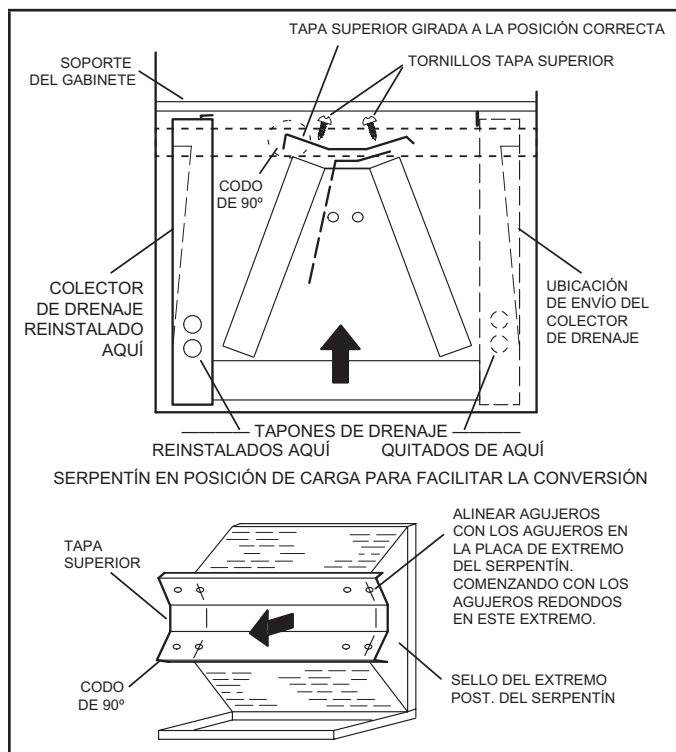

FIGURA 4. Modificación en el sitio para la descarga a la izquierda
- 7 - Gire la tapa superior 180° de adelante hacia atrás y alinéela con los agujeros para tornillos sin usar. Los agujeros se deben alinear con las placas del extremo trasero del serpentín. La tapa superior tiene un codo de 45° en un lado y un codo de 90° en el otro. **El codo de 90° debe estar en el mismo lado que el colector de drenaje horizontal** como se ilustra en la Figura 4.